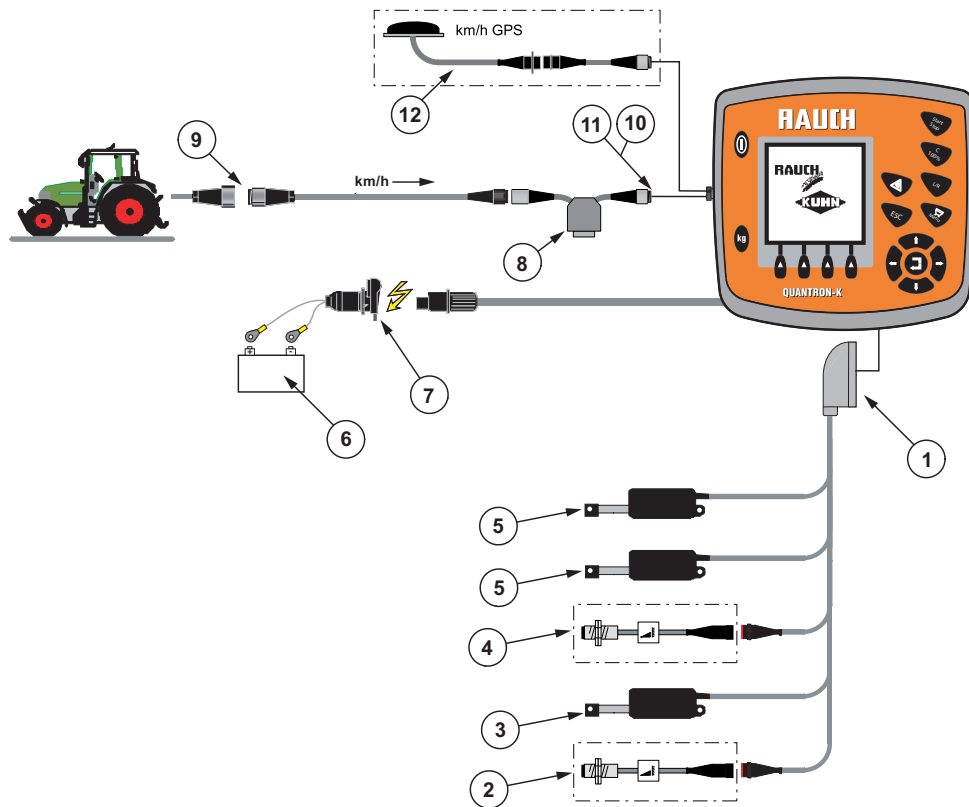
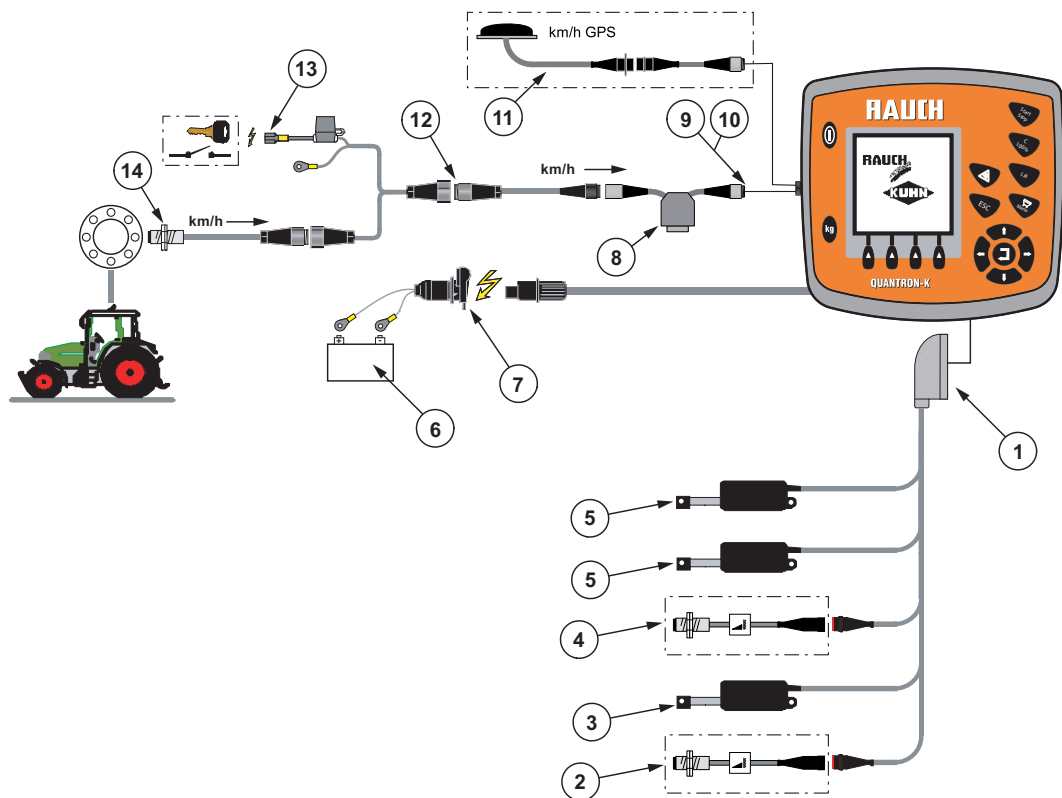

Bild 3.3: Schematische Anschlussübersicht Quantron K (Maschinenkabel)
Bild 3.5: Schematische Anschlussübersicht Quantron K (Maschinenkabel)
Die 7-polige Steckdose für die Zugmaschine und der Fahrgeschwindigkeitssensor sind als Nachrüstsatz (Option) erhältlich, siehe Bild 3.3 bis Bild 3.5.
3. Schließen Sie die Bedieneinheit an der 7-poligen Steckdose oder am Fahrgeschwindigkeitssensor an (je nach Ausstattung, siehe Bild 3.3 bis Bild 3.5).